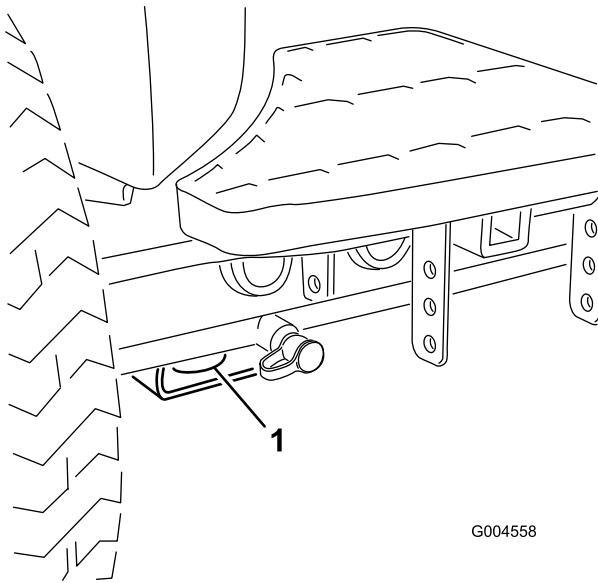

Bild 39
- Vorne: Loch im Rechteck unter dem Achsenrohr in jedem Vorderreifen (Bild 39).